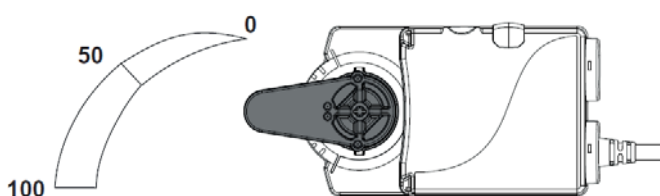

Figure 4 : Alignement de la poignée
2. Assurez-vous que la poignée du servomoteur est dans l'axe du corps (Figure 4).